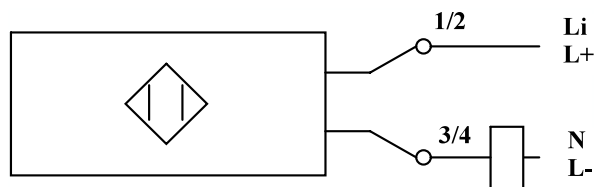

Fig. 2
- Schéma de branchement se reporter à la **Fig. 2** ci-dessous.